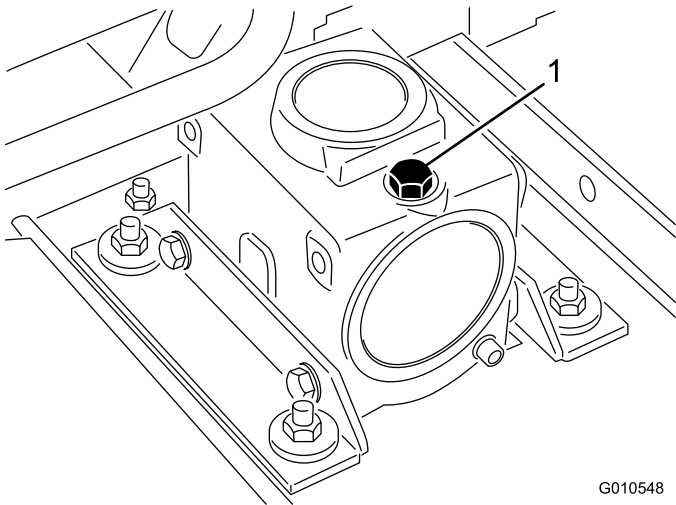

Figura 13
2. Retire la varilla/ tapón de llenado de la parte superior de la caja de engranajes (Figura 13) y asegúrese de que el lubricante está entre las marcas de la varilla. Si el nivel de lubricante es bajo, añada suficiente lubricante para que el nivel quede entre las marcas.